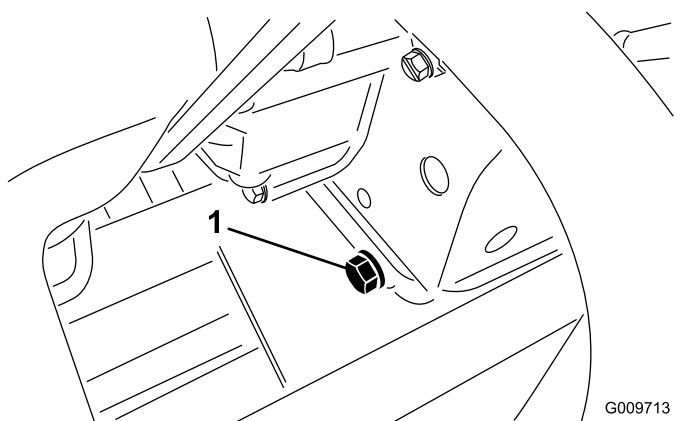

Figura 52
1. Togliete il tappo di spurgo (Figura 52) e lasciate defluire l'olio in una bacinella. Quando l'olio cessa di defluire, rimontate il tappo.